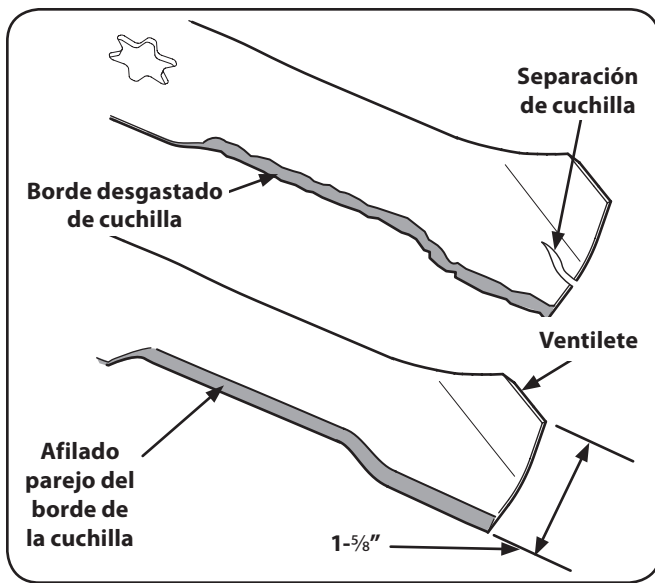

Figura 7-7
4. Para afilar las cuchillas de corte de forma adecuada, extraiga cantidades iguales de metal de ambos extremos de las cuchillas a lo largo de los bordes cortantes, de forma paralela al borde de caída, a un ángulo de 25° a 30°. Afile siempre cada borde de las cuchillas de corte de forma pareja para mantener un equilibrio adecuado entre las mismas. Vea la Figura 7-7.